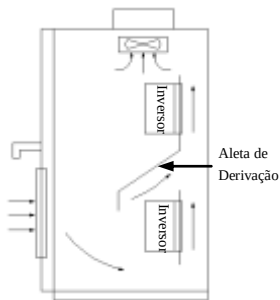

Fig. 3-2 Montagem de múltiplos inversores
- (3) Quando instalar vários inversores em série verticalmente, deve-se aplicar aletas derivando a saída de ar do inferior, ver fig. 3-2.